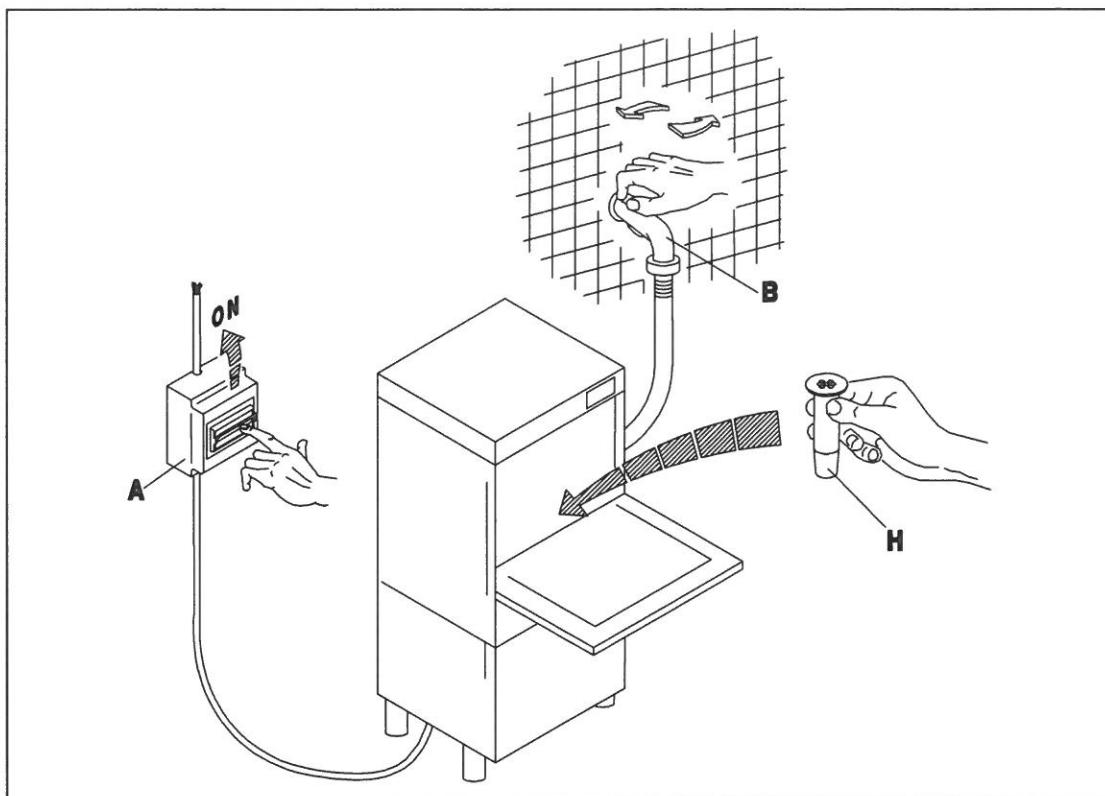

Рис. 3-1
- Откройте водопроводный кран (B) и включите главный выключатель (A). ВКЛЮЧИТЕ выключатель (1) машины, при этом загорится индикатор (A), показывающий, что машина включена. Когда дверца будет закрыта, машина начнет наполняться водой. Когда она наполнится водой, поочереди включатся нагревательные элементы бака и бойлера. После их включения загорятся предупреждающие индикаторы (D) и (E). Когда оба индикатора погаснут, это будет означать, что температура воды достигла заданного значения, и машина готова начать цикл мытья. (Рис. 3-1+3-2)
- Turn on the water tap (B) and switch on the master switch (A). Turn the appliance ON switch (1), which will cause the warning light (A) to illuminate, indicating that the machine is live. When the door is closed the appliance fills with water. When it is full, the tub and boiler heating elements come on automatically in alternation. When the elements are activated, the warning lights (D) and (E) are illuminated. When both warning lights go out the water has reached the set temperature and the appliance is ready to begin the washing cycle. (fig. 3-1+3-2)
- Öffnen Sie den Wasserhahn (B) und betätigen Sie den Hauptschalter (A). Beim Betätigen des Hauptschalters (1) am Geschirrspüler wird die Anzeige (A) aufleuchten, an der Sie erkennen können, daß die Maschine unter Spannung steht. Bei geschlossener Tür läuft Wasser in die Maschine; ist die nötige Wassermenge einmal erreicht, so schalten die Widerstände des Spülbehälter und des Boilers automatisch eines nach dem anderen, ein. Der Betrieb der Widerstände wird durch das Aufleuchten der Anzeigen (D) und (E) erkennbar. Beide Leuchtanzeigen erlöschen, wenn das Wasser eine vorbestimmte Temperatur erreicht hat, d. h. wenn die Maschine betriebsbereit ist. (Рис. 3-1+3-2)
- Ouvrir le robinet (B) et insérer l'interrupteur général (A). Ouvrir l'interrupteur principal de l'appareil (1), le voyant (A) s'allumera ce qui signifie que la machine est branchée. L'appareil se remplit d'eau avec porte fermée et à la fin du chargement les éléments chauffants de la cuve et du boiler entrent automatiquement en action en alternance. Les voyants (D) et (E) s'allument quand les éléments chauffants fonctionnent. Les deux voyants s'éteignent dès que l'eau a atteint la température programmée et l'appareil est prêt pour commencer le lavage. (Рис. 3-1+3-2)
- Abrir el grifo del agua (B), conectar el interruptor general (A). Activar el interruptor principal del aparato (1); el encendido de la luz testigo (A) indica que la máquina está en tensión. Con puerta cerrada el aparato se llena de agua y cuando la carga esté terminada se conectarán automáticamente las resistencias del tanque y de la caldera en la alternación. El funcionamiento de las resistencias es señalado por el encendido de las luces indicadoras (D) y (E). Cuando ambas luces se apaguen, el agua habrá alcanzado la temperatura programada y el aparato estará listo para empezar el lavado. (Рис. 3-1+3-2)